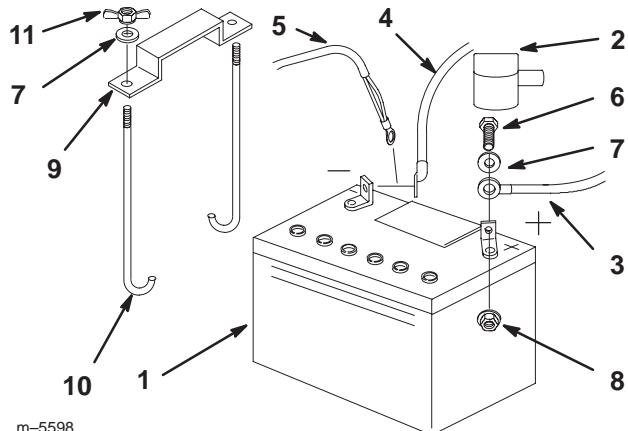

Figure 64
1. Placez la batterie dans son support en tournant les bornes vers le moteur (Fig. 64).
4. Fixez les câbles à l'aide de 2 boulons (1/4 x 3/4 pouce), 2 rondelles (1/4 pouce) et 2 contre-écrous (1/4 pouce) (Fig. 64).
6. Fixez la batterie en position avec des boulons en J, une barrette de maintien et 2 rondelles (1/4 pouce), ainsi que 2 écrous papillons (1/4 pouce) (Fig. 64).
4. Débranchez d'abord le câble négatif et le câble de masse de la borne négative (–) de la batterie (Fig. 64).
5. Ôtez le capuchon rouge de la borne positive (rouge) de la batterie. Retirez ensuite le câble positif (rouge) de la batterie (Fig. 64).
6. Retirez les deux écrous papillons (1/4 pouce) de fixation de la barrette de maintien de la batterie (Fig. 64).